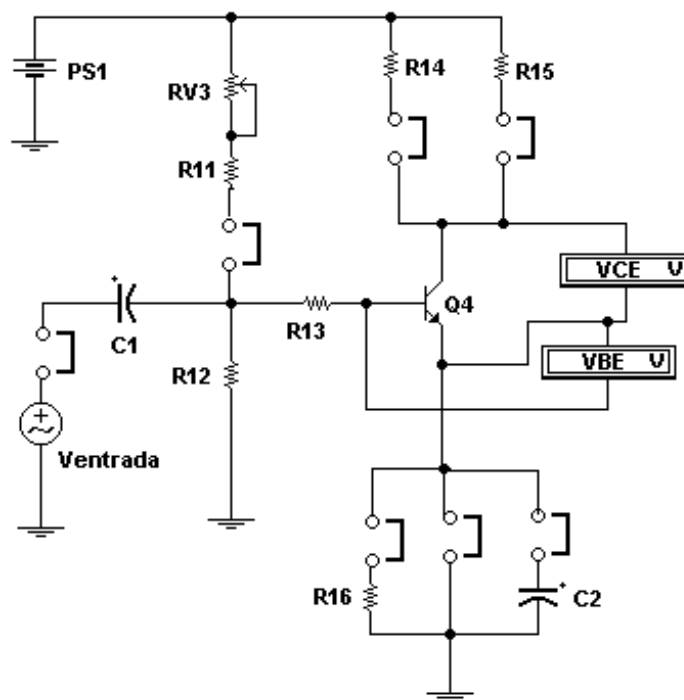

Figura 24
10.1 – Monte o circuito da figura 24.